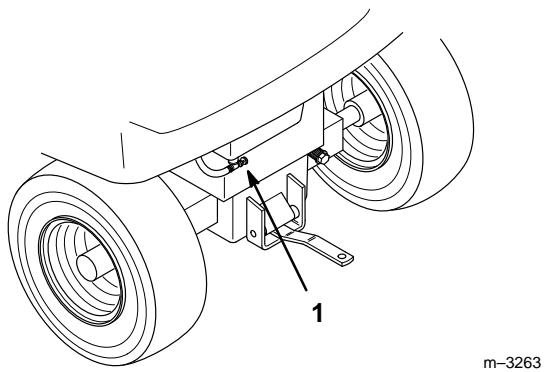

Figure 39
2. Fermer le robinet d'essence sous le réservoir (Fig. 39 & 40).
7. Rouvrir le robinet d'alimentation sous le réservoir (Fig. 39 & 40).